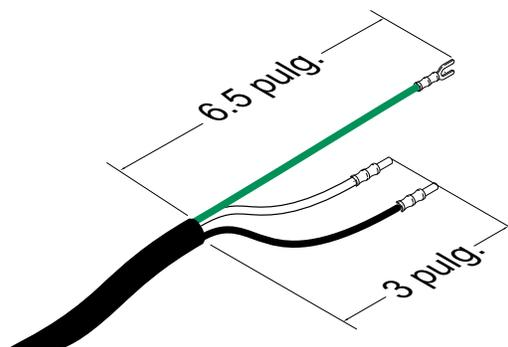

FIG. 13: Cable de alimentación
1. Apague el interruptor de desconexión (AZ).
- Añada casquillos si fuera necesario. Consulte la FIG. 13.